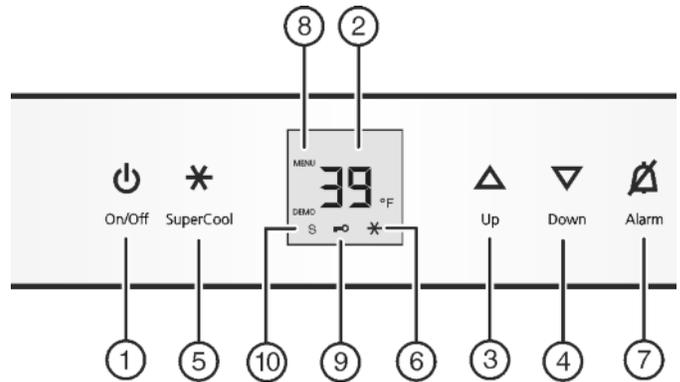

Fig. 3
- ▶ Appuyer sur la touche On/Off Fig. 3 (1).
- ▶ Activer le mode de réglage : appuyer sur la touche SuperCool Fig. 3 (5) pendant env. 5 s.
- ▷ La touche SuperCool Fig. 3 (5) clignote.
- ▶ Régler le nombre de ° avec la touche de réglage Up Fig. 3 (3) / Down Fig. 3 (4).
- ▶ Confirmer : enfoncer brièvement la touche SuperCool Fig. 3 (5).
- ▶ Sélectionner l'affichage en °F ou °C avec la touche de réglage Up Fig. 3 (3) ou Down Fig. 3 (4).
- ▶ Quitter le mode de réglage: Appuyer sur la touche On/Off Fig. 3 (1).
- ▶ Activer le mode de réglage : appuyer env. 5 sec. sur la touche SuperCool Fig. 3 (5).
- ▶ A l'aide de la touche de réglage Up Fig. 3 (3) et touche de réglage Down Fig. 3 (4), sélectionner c.
- ▶ Pour confirmer, appuyer brièvement sur la touche SuperCool Fig. 3 (5).
- ▶ appuyer brièvement sur la touche SuperCool Fig. 3 (5) pour activer la sécurité enfants.
- ▷ Le symbole Sécurité enfants Fig. 3 (9) est allumé. L'affichage c clignote.
- ▶ appuyer brièvement sur la touche SuperCool Fig. 3 (5) pour désactiver la sécurité enfants.
- ▷ Le symbole Sécurité enfants Fig. 3 (9) s'éteint. L'affichage c clignote.
- ▶ Désactiver le mode de réglage : appuyer sur la touche On/Off Fig. 3 (1).
- ▶ Appuyer sur la touche Alarme Fig. 3 (7).
- ▶ Activer le mode de réglage : appuyer env. 5 secondes sur la touche SuperCool Fig. 3 (5).
▷ Le symbole Menu Fig. 3 (8) est allumé.
- ▶ Pour appeler la fonction Mode Sabbat, appuyer brièvement sur la touche SuperCool Fig. 3 (5).
- ▶ **Pour activer** le mode Sabbat, appuyer brièvement sur la touche SuperCool Fig. 3 (5).
- ▶ **Pour désactiver** le mode Sabbat, appuyer brièvement sur la touche SuperCool Fig. 3 (5).
▷ L'affichage de la température indique le symbole mode Sabbat tant que le mode Sabbat Fig. 3 (10) est activé.